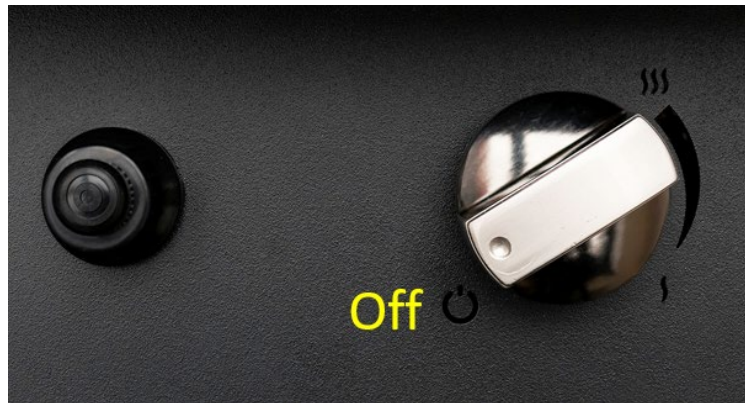

Fig. 14 – Slå av enheten
- For å slå av enheten, trykk og vri samtidig knappen helt med klokken (Fig. 14). Gasstilførselen vil bli stengt og flammen på brenneren vil bli slått av.